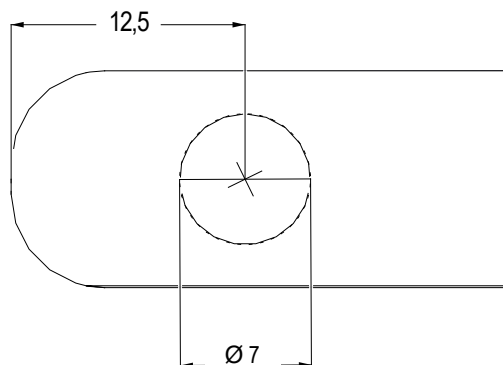

Abb. 22: Strombandende für Bandeinzug vorbereiten
- Für den nächsten Pol das Stromband gemäß Abb. 22 bohren, dann das Stromband, wie oben beschrieben, im Bandeinzugswagen befestigen.